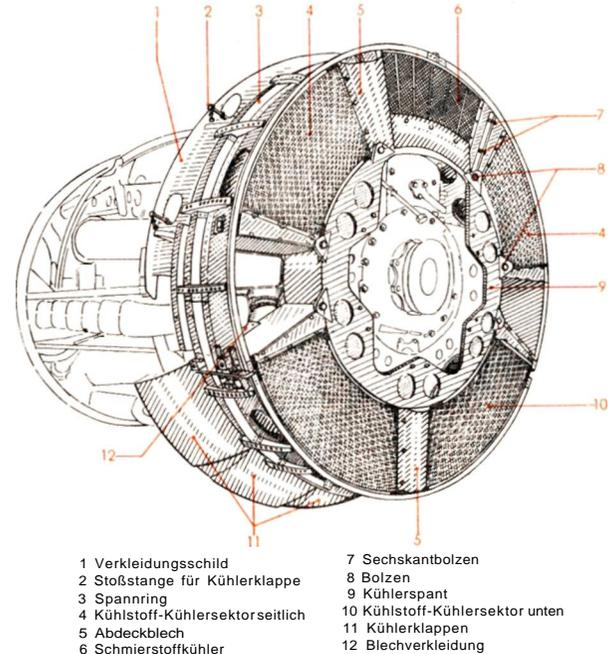

Abb. 33 Kühlereibau
Zum Ausbau der Kühler sind die mit Senkschrauben befestigte Kuehlerverkleidungshaube sowie die Abdeckbleche (5) (Abb. 33) zu entfernen und, nachdem die Stoßstangen (2) an den einzelnen Kühlerklappen gelöst sind, der dreiteilige mit Sechskantschrauben zusammenge-
Abb. 33 a Ablassen des Restkühlstoffes